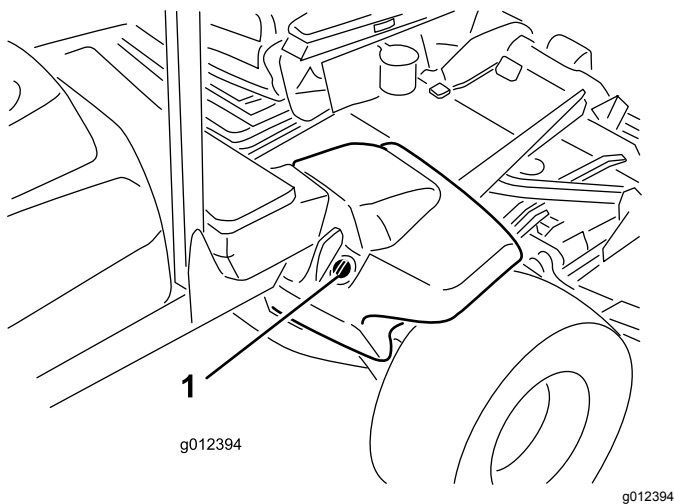

Figura 15
2. Pulite attorno al collo del bocchettone e del tappo del serbatoio idraulico (Figura 15). Togliete il tappo dal collo del bocchettone.